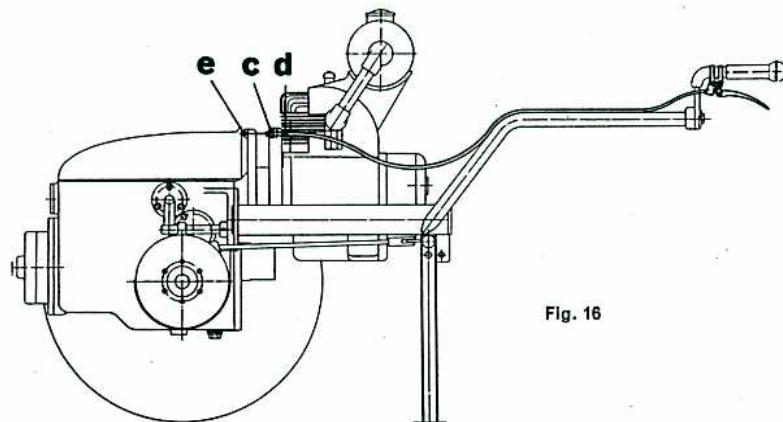

Fig. 16
14. Koplingi (Fig.16)
- b) Sjölvom motoren går jamt, slirar koplingi. I eit slikt høve løyser ein müttri c og skruven d vert skruva inn 1 - 2 omgonger, d.v.s. framover. So skruvar ein muttri c fast att og prøver koplingi. Når tannhjuli skurrar, må ein regulera litt attende. Er det umogeleg å regulera meir med skruven d, so kan kabelnippelen e stillast tilsvarande (sjå fig.16).